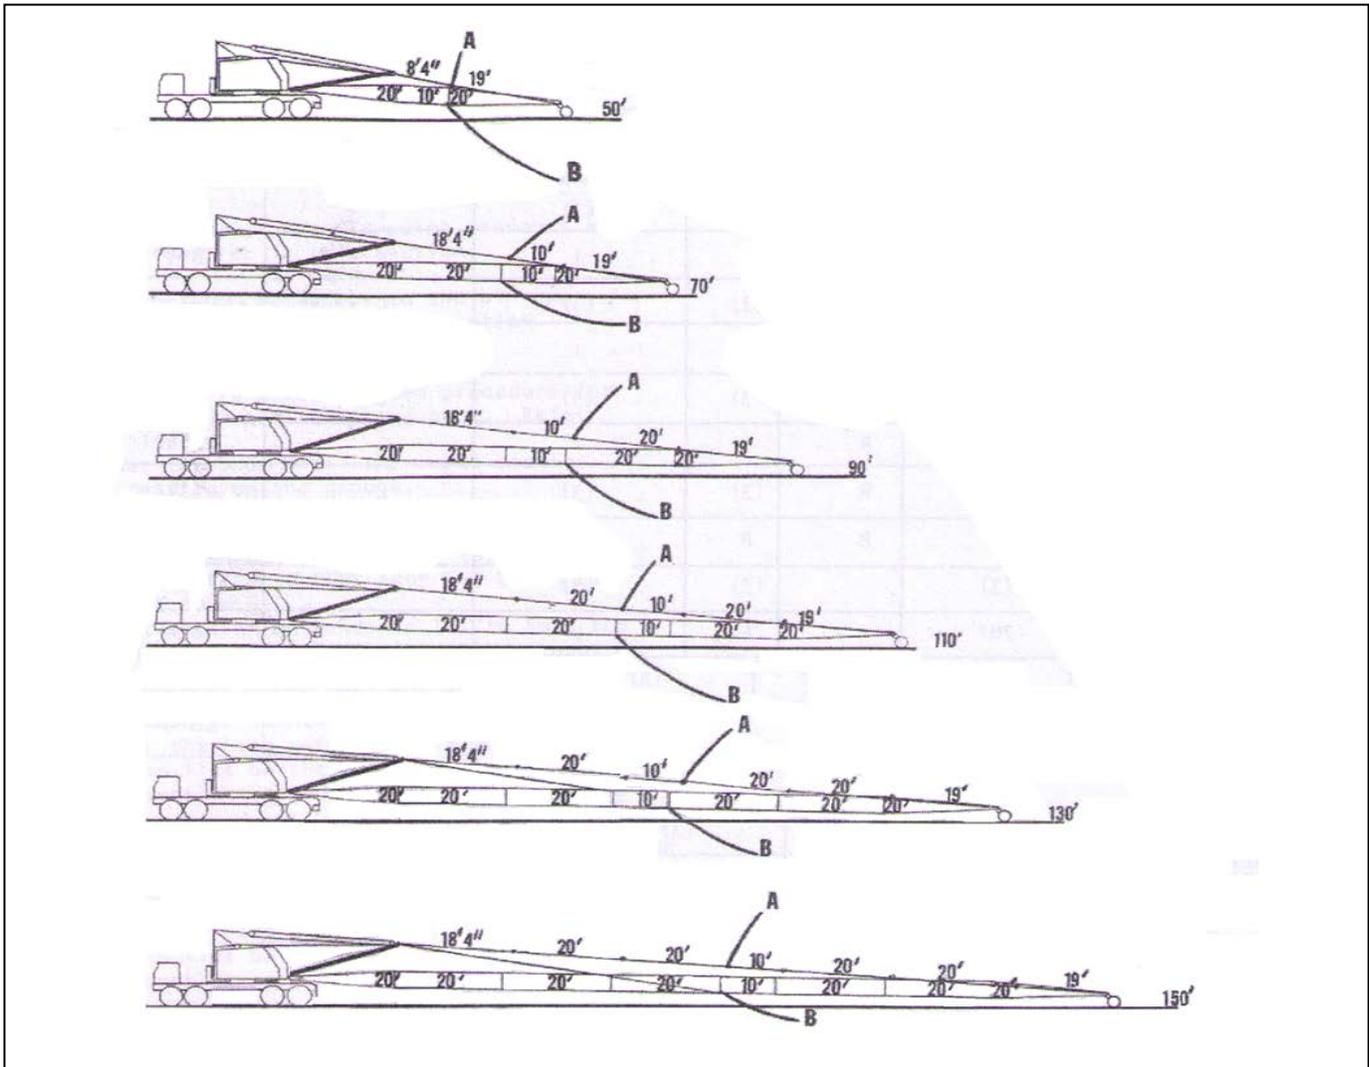

FIG.13-25
- (f) La pluma debe ser armada así que un juego de orejas debe quedar en el punto de l doblez. (Ver fig. 13-25). La sección de pluma que va a ser plegada debe ser 10 pies más corta que la sección del tronco de la pluma.
- (h) Los sistemas de eslingas principales debe incluir la unión de plegado: (ver tabla A y fig. 13-25).
- (1) si la pluma que está plegada tiene toda 20 pies de extensiones de la pluma desde el pie de pluma hasta el punto de pliegue, reemplazar un par de eslingas de veinte pies con un par de "eslingas de 18´4" y dos enlaces plegables.
- (2) Si la pluma que está plegada tiene una extensión de 10 pies entre la base de la pluma y el punto de pliegue, reemplazar un par de eslingas de 10 pies con un par de eslingas de 8´4" y dos enlaces plegables.
- (3) El enlace de plegado puede permanecer en el sistema de eslingas cuando se opera la pluma se debe utilizar con las eslingas acortadas.